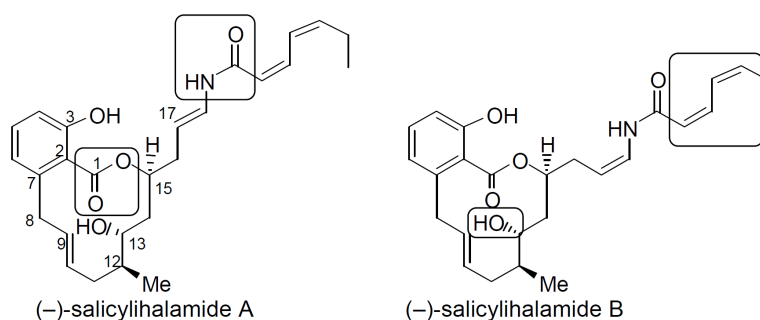

FIGURE 5 – Structure des (-)-salicylihalamides A et B
Q.26. Nommer les quatre groupes fonctionnels, encadrés figure 5 dans les représentations des (-)-salicylihalamides A et B.